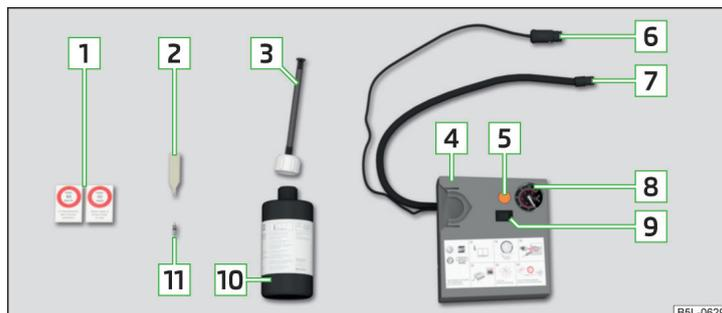

Fig. 171 Imagen esquemática: Componentes del kit de averías
### Componentes del kit » fig. 171
- ▶ Pegue la etiqueta adhesiva correspondiente **1** » fig. 171 de la pág. 173 sobre el tablero de instrumentos en el campo visual del conductor.
- ▶ Agitar la botella de inflado de neumáticos **10** » fig. 171 de la pág. 173 fuerte-mente varias veces.
- ▶ Enrosque el tubo flexible **7** » fig. 171 de la pág. 173 del compresor de aire fi-jándolo en la válvula del neumático.